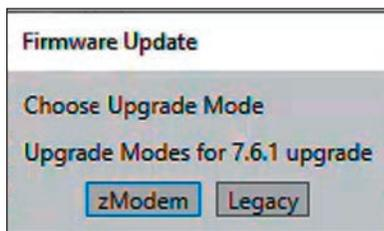

Figura 58. La ventana de diálogo Actualización del Firmware.
PASO 10. Cuando se le solicite, seleccione la opción zModem para realizar la actualización del firmware. Ver Figura 58.